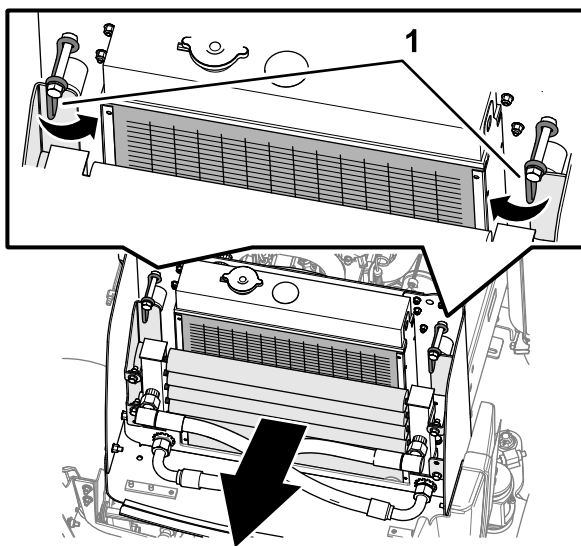
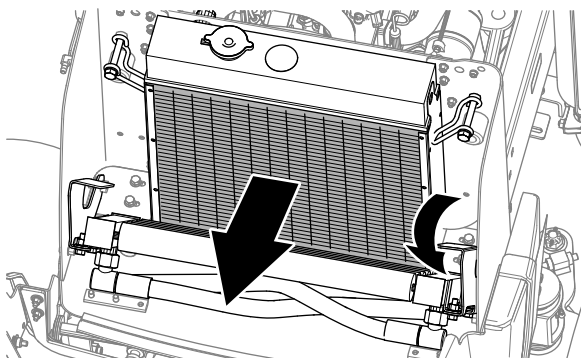

Figura 80
Figura 81
6. Limpie el enfriador de aceite con aire comprimido a baja presión (3,45 bar) (Figura 80).
7. Gire hacia dentro los enganches del enfriador de aceite y gire el enfriador (Figura 80 y Figura 81).
8. Trabajando desde el lado del ventilador del radiador, elimine los residuos con aire comprimido a baja presión (3,45 bar) (Figura 81). Repita este procedimiento en la parte delantera del radiador y de nuevo desde el lado del ventilador. Limpie a fondo ambos lados del enfriador de aceite.